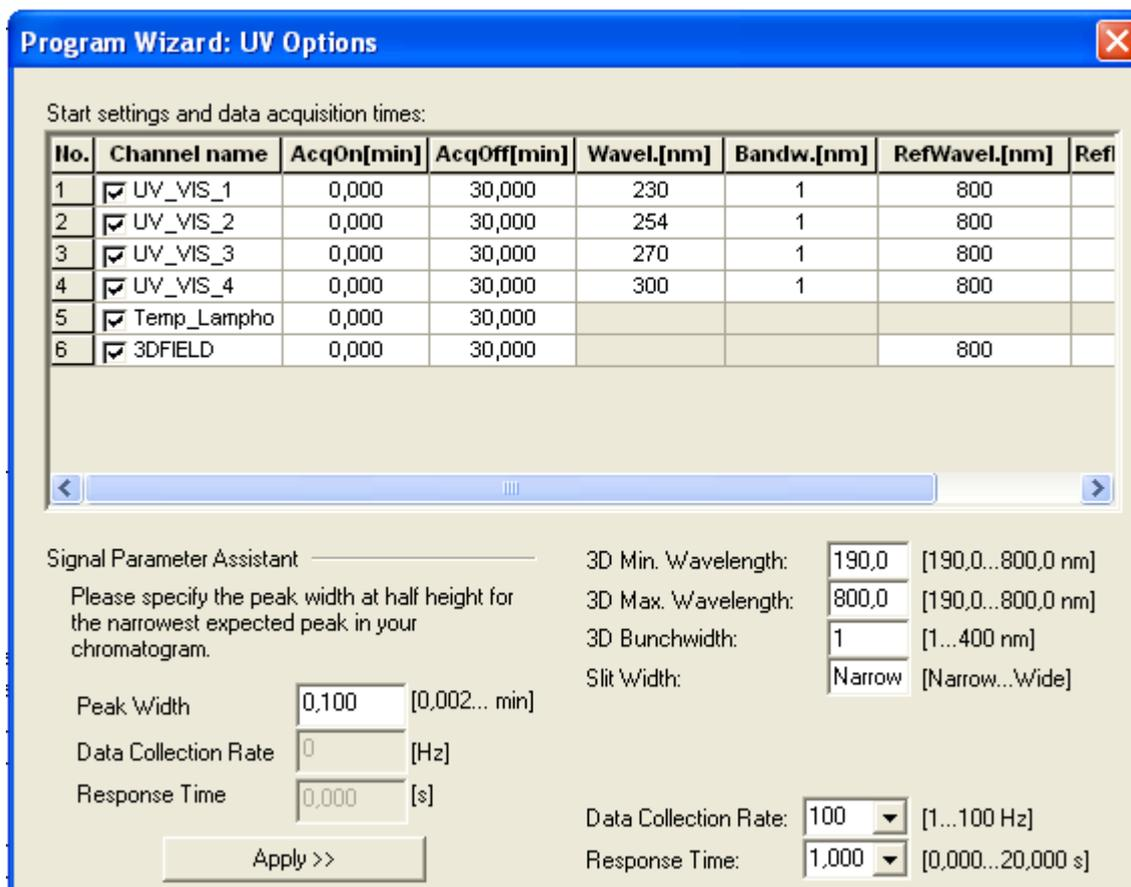

Abb. 28: Seite UV Options im Programmassistenten
- Ausgehend von dem Wert, den Sie für die Peakbreite bei halber Peakhöhe vorgegeben haben, berechnet der Programmassistent in Chromeleon die Datenaufnahmerate und die dazu passende Reaktionszeit automatisch (→ Abb. 28, Seite 68).
Ausgehend von dem Wert, den Sie für die Peakbreite bei halber Peakhöhe vorgegeben haben, berechnet der Programmassistent in Chromeleon die Datenaufnahmerate und die dazu passende Response Time automatisch (→ Abb. 28, Seite 68)